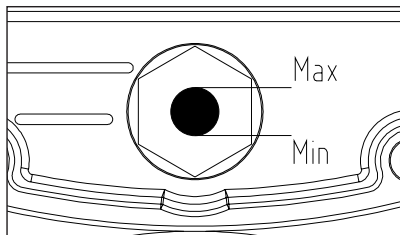

Рис. 3
- 6.7 Замените при необходимости транспортную пластиковую пробку на крышке картера сапуном, если он не был установлен. Проверьте уровень масла по меткам на окне маслоуказателя картера (Рис. 3), уровень масла должен быть ниже среднего положения в контрольном окне картера.
трольном окне картера (Рис. 3). При необходимости доливайте масло (марка масла должна соответствовать марке масла, залитого в компрессор). После первых 50 часов работы или при изменении цвета масла (побеление – присутствие воды, потемнение – сильный перегрев) рекомендуется заменить его. Для замены масла нужно отвинтить сливную пробку на крышке картера, слить все масло из картера и вновь закрутить пробку. Не допускайте утечек масла из соединений и попадания масла на наружные поверхности компрессора.